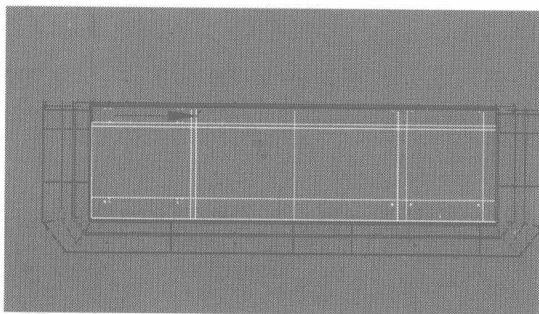
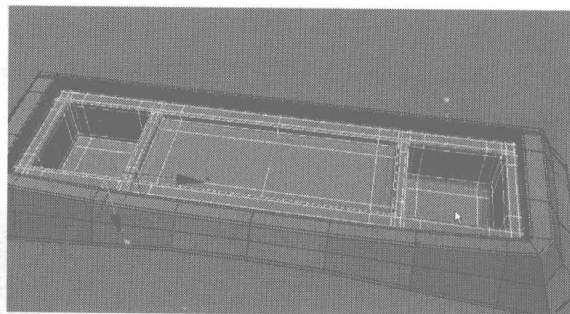

图 4.387
图 4.388
- 42** 继续在 Bottom 视图中添加一些细分线, 如图 4.387 和图 4.388 所示。